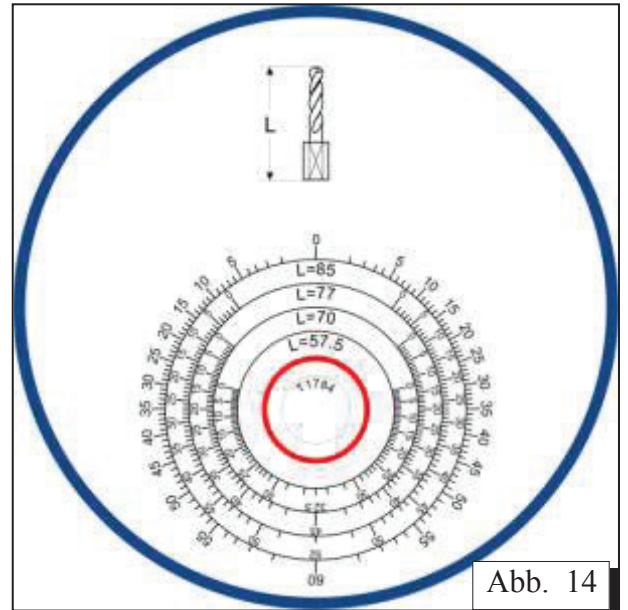

Abb. 14
- ➡ Wenn Sie auf der Spirale (Abb. 14) die jeweilige Markierung der vollen Länge  $L$  des verwendeten Bohrers finden, können Sie dann die tatsächliche Bohrtiefe (dazu brauchen Sie keine Rechnungen) bestimmen.